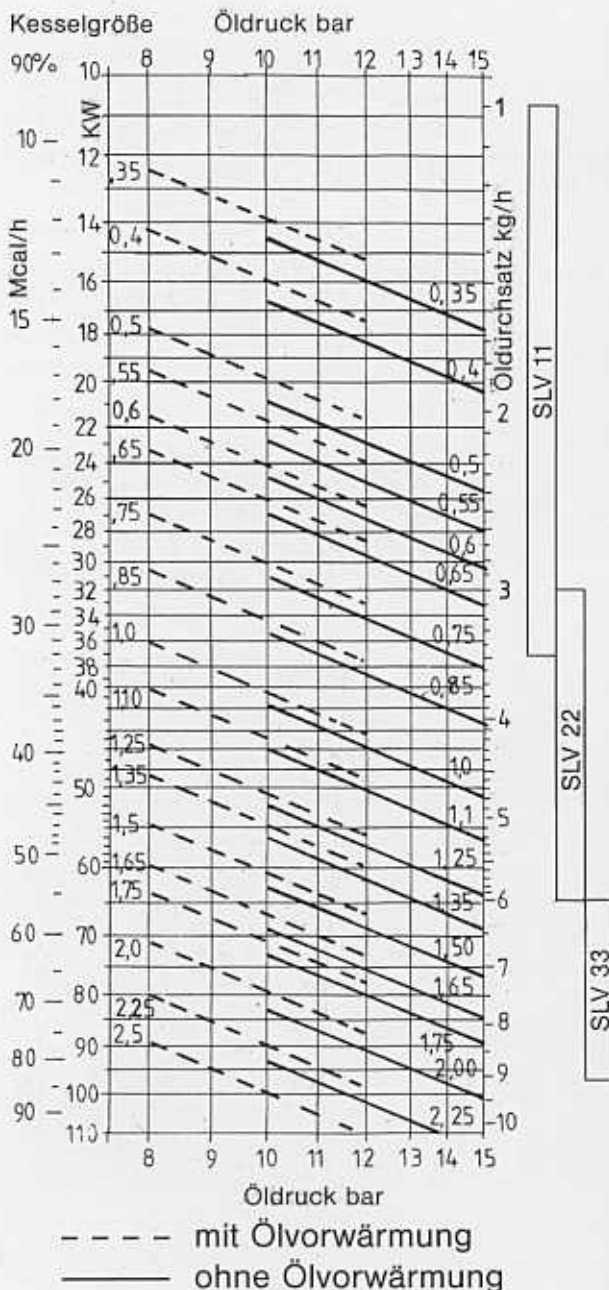

Bild 5: Sekundärlufteinstellung (Düsenstockverstellung)
3. Sekundärlufteinstellung Bild 5
### Einstellung der Mischeinrichtung Bild 5: